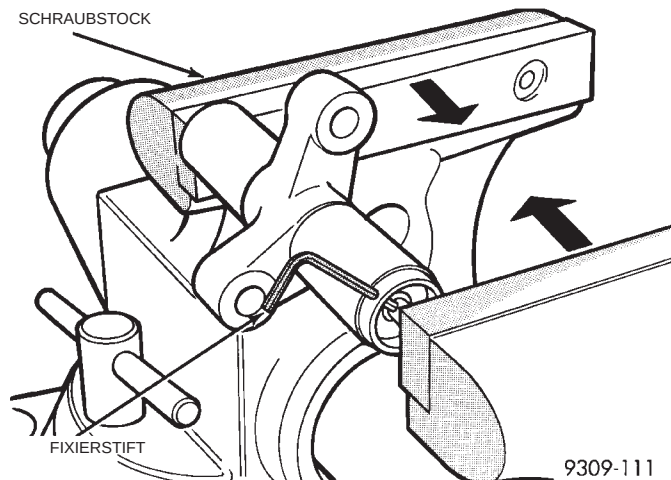

Abb. 51 Zusammendrücken der Spannrolle/ Zahnriemen
(4) Die Spannrolle in einen Schraubstock einspannen und den Fixierstift montieren (Abb. 51).